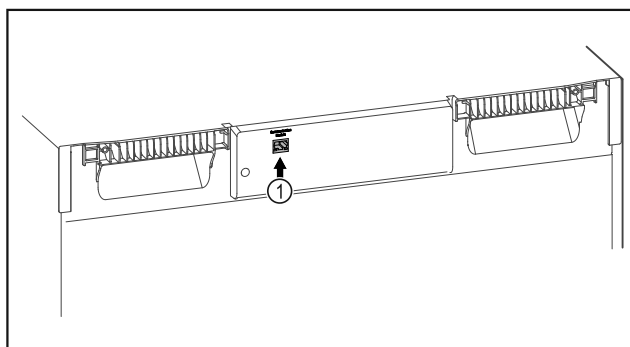

Fig. 95
- SmartModule Fig. 95 [1] ist eingesetzt.